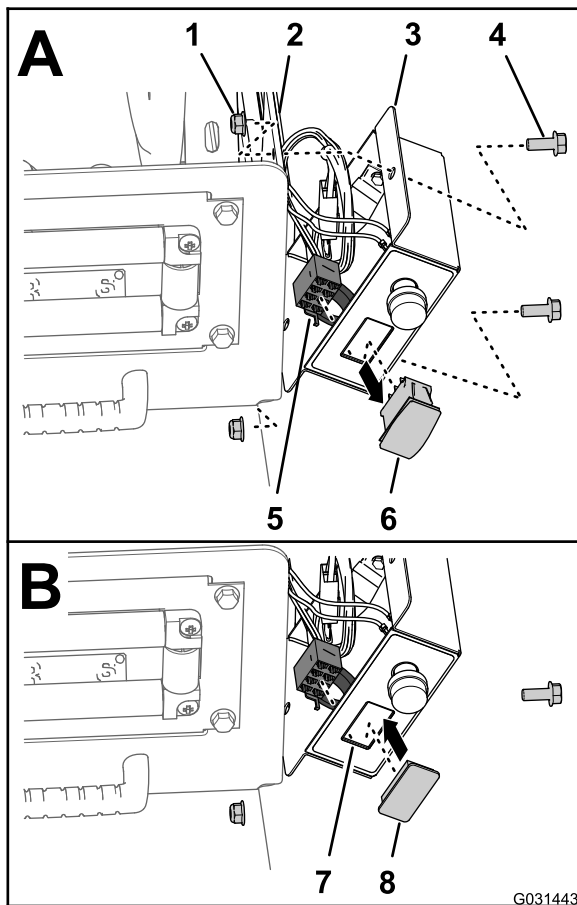

Figure 7
1. Retirez les 2 boulons (5/16 x 3/4") et les 2 contre-écrous (5/16") qui fixent le boîtier de commande à la plaque de montage du dévidoir (Figure 7).
6. Insérez le cache dans le boîtier de commande jusqu'à ce qu'il s'enclenche solidement dans le couvercle (Figure 7).
7. Placez le boîtier de commande devant la plaque de montage du dévidoir (Figure 7) et fixez le boîtier sur la plaque à l'aide des 2 boulons (5/16 x 3/4") et des 2 contre-écrous (5/16").
2. Débranchez le connecteur à 8 douilles du faisceau du boîtier de commande sur l'interrupteur de commande de pression (Figure 7).
3. Acheminez le connecteur à 8 douilles dans le boîtier de commande (Figure 7).
4. Pincez les languettes de verrouillage de l'interrupteur de commande de pression et poussez celui-ci hors du boîtier de commande (Figure 7).
5. Placez le cache d'interrupteur en face de l'ouverture dans le boîtier de commande qui était occupée par l'interrupteur que vous venez de retirer (Figure 7).